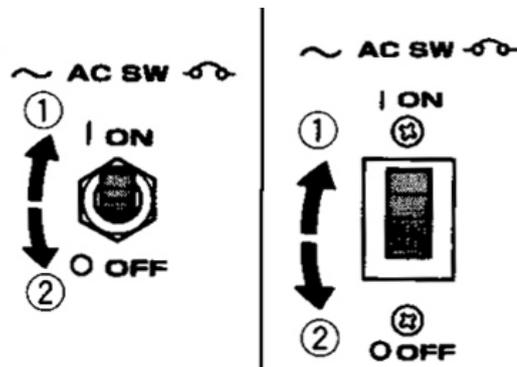

Рис.3
3) АВТОМАТИЧНИЙ ВИМИКАЧ (ВИМИКАЧ ЗМІННОЇ НАПРУГИ)/ВИМИКАЧ БЕЗ ПЛАВКОГО ЗАПОБІЖНИКА (Рис.3)